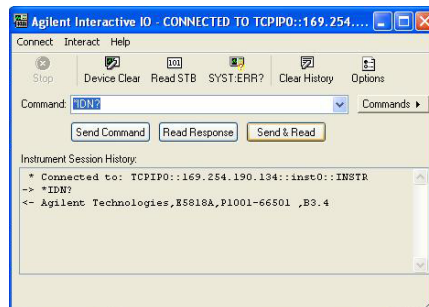

図 13 \*IDN?コマンドをインタラクティブIOで使用した例
- 2 **Commands**メニューを開き、コマンドを選択します。下の例（図13）では\*IDN?コマンドが選択されています。